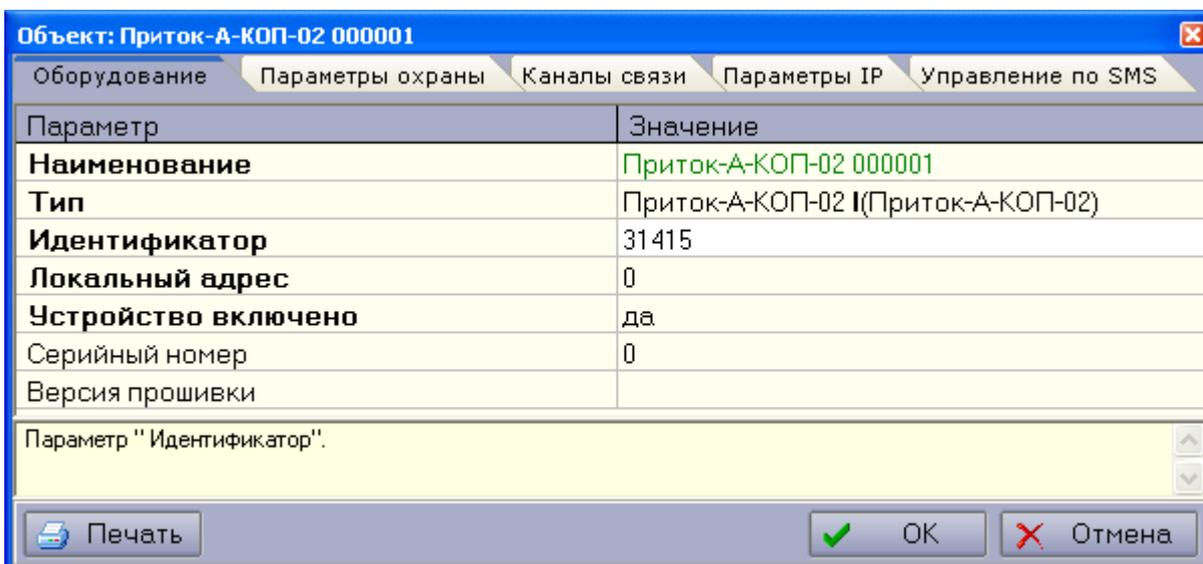

Рисунок 10. Настройка контроллера в АРМ Конфигуратор
**«Идентификатор»** (рисунок 10) – число, совпадающее со значением параметра «Идентификатор прибора», вкладка «Подключение», установленного при настройке контроллера.